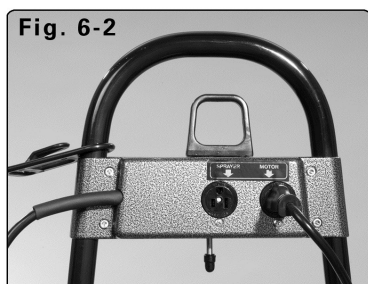

Fig. 6-2
-Si la máquina está equipada con una caja opcional para manejar la corriente, asegúrese que la máquina esté conectada en el receptáculo de la derecha. Fig. 6-2